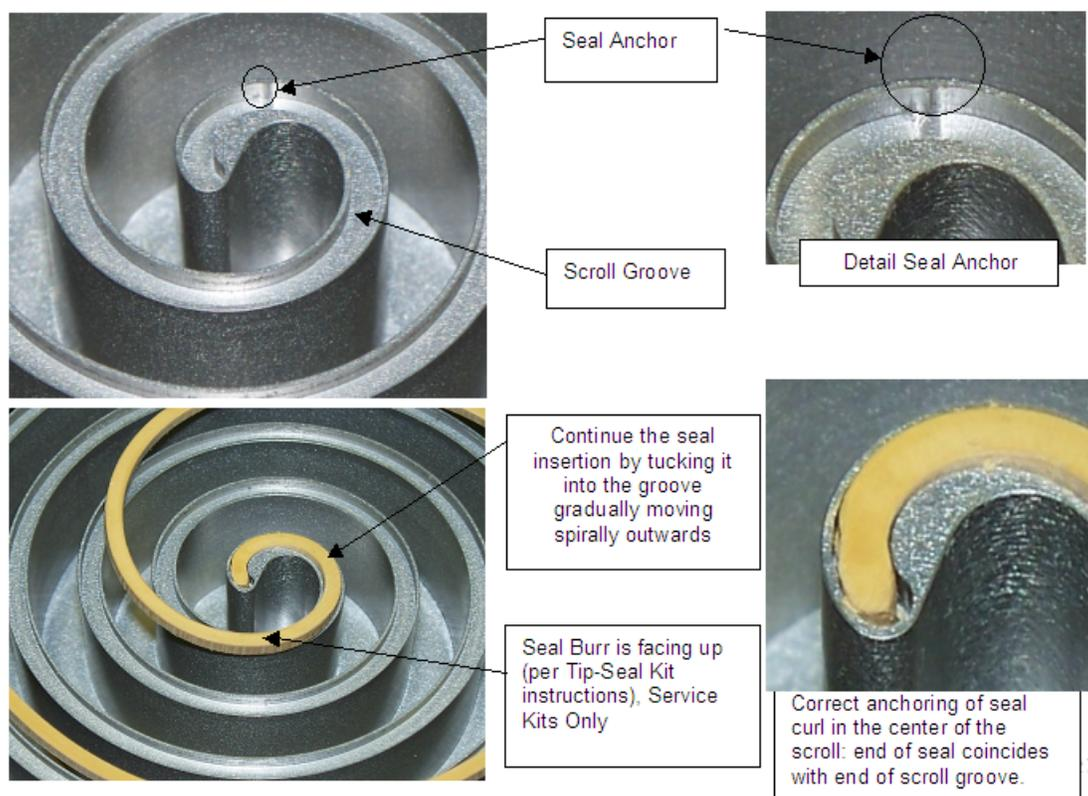

Figure 11 Placement du joint à arrête segmentée
- a. plaçant les bavures de découpe en face des rebords du joint vers le haut, en insérant l'extrémité recourbée au centre de la volute orbitale jusqu'à ce que le joint soit calé à l'intérieur de la cannelure et que la bride à l'intérieur de cette dernière dépasse sur le côté du joint (Figure 11). Il se peut qu'il faille enfoncer fermement le joint pour qu'il entre dans la cannelure. Le joint est correctement installé s'il est entièrement calé dans la cannelure, et s'il ne dépasse que légèrement du dessus.